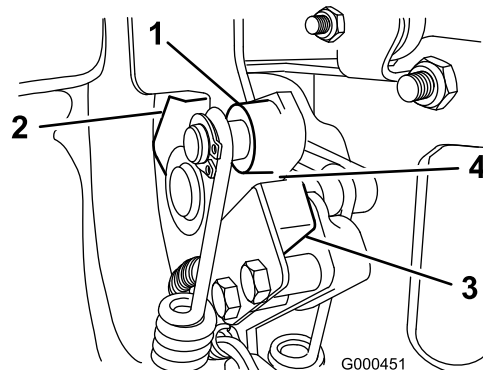

Bild 28
2. Legen Sie den Fahrtriebshebel ein, bis er den Neutral-Stopp berührt (Bild 28).
3. Lösen Sie die Befestigungsschrauben des Sicherheitsschalters (Bild 28).
4. Legen Sie eine 0,8 mm dicke Beilagscheibe zwischen dem Fahrtriebshebel und dem Sicherheitsschalter (Bild 28).